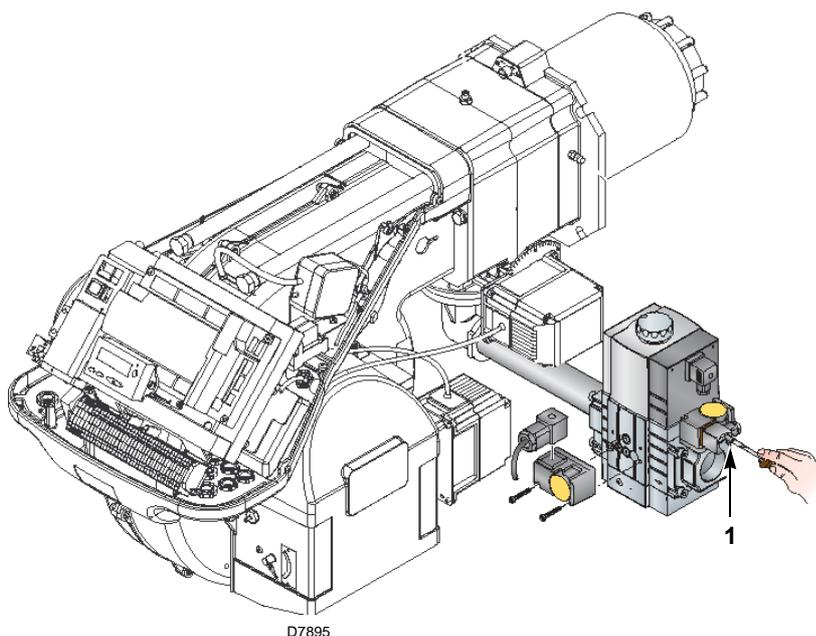

Fig. 27
- Contrôler la pression d'alimentation du gaz en raccordant un manomètre sur la prise de pression 1)(Fig. 27) du pressostat gaz min: elle doit être inférieure à la pression maximale admise pour la rampe gaz qui est indiquée sur la plaque des caractéristiques.
- Purger les tubes de la rampe gaz de l'air, en raccordant un tuyau en plastique sur la prise de pression 1)(Fig. 27) du pressostat gaz min. Porter le tuyau de purge à l'extérieur de l'édifice jusqu'à sentir l'odeur du gaz.